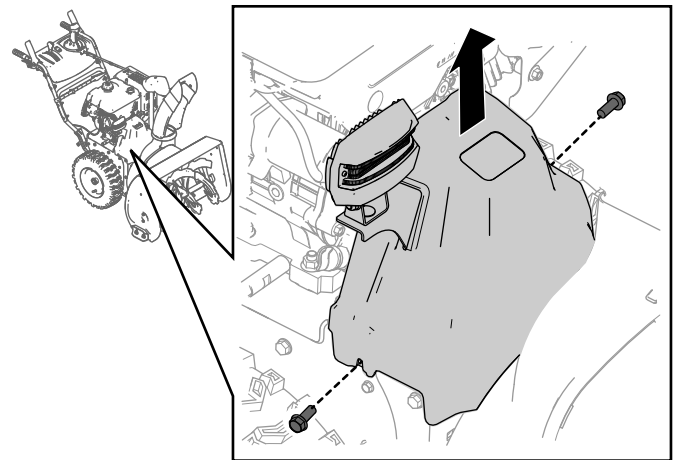

Figure 1
1. Enlevez les 2 vis de fixation du protège-courroie (Figure 1).
2. Déposez le protège-courroie (Figure 1).